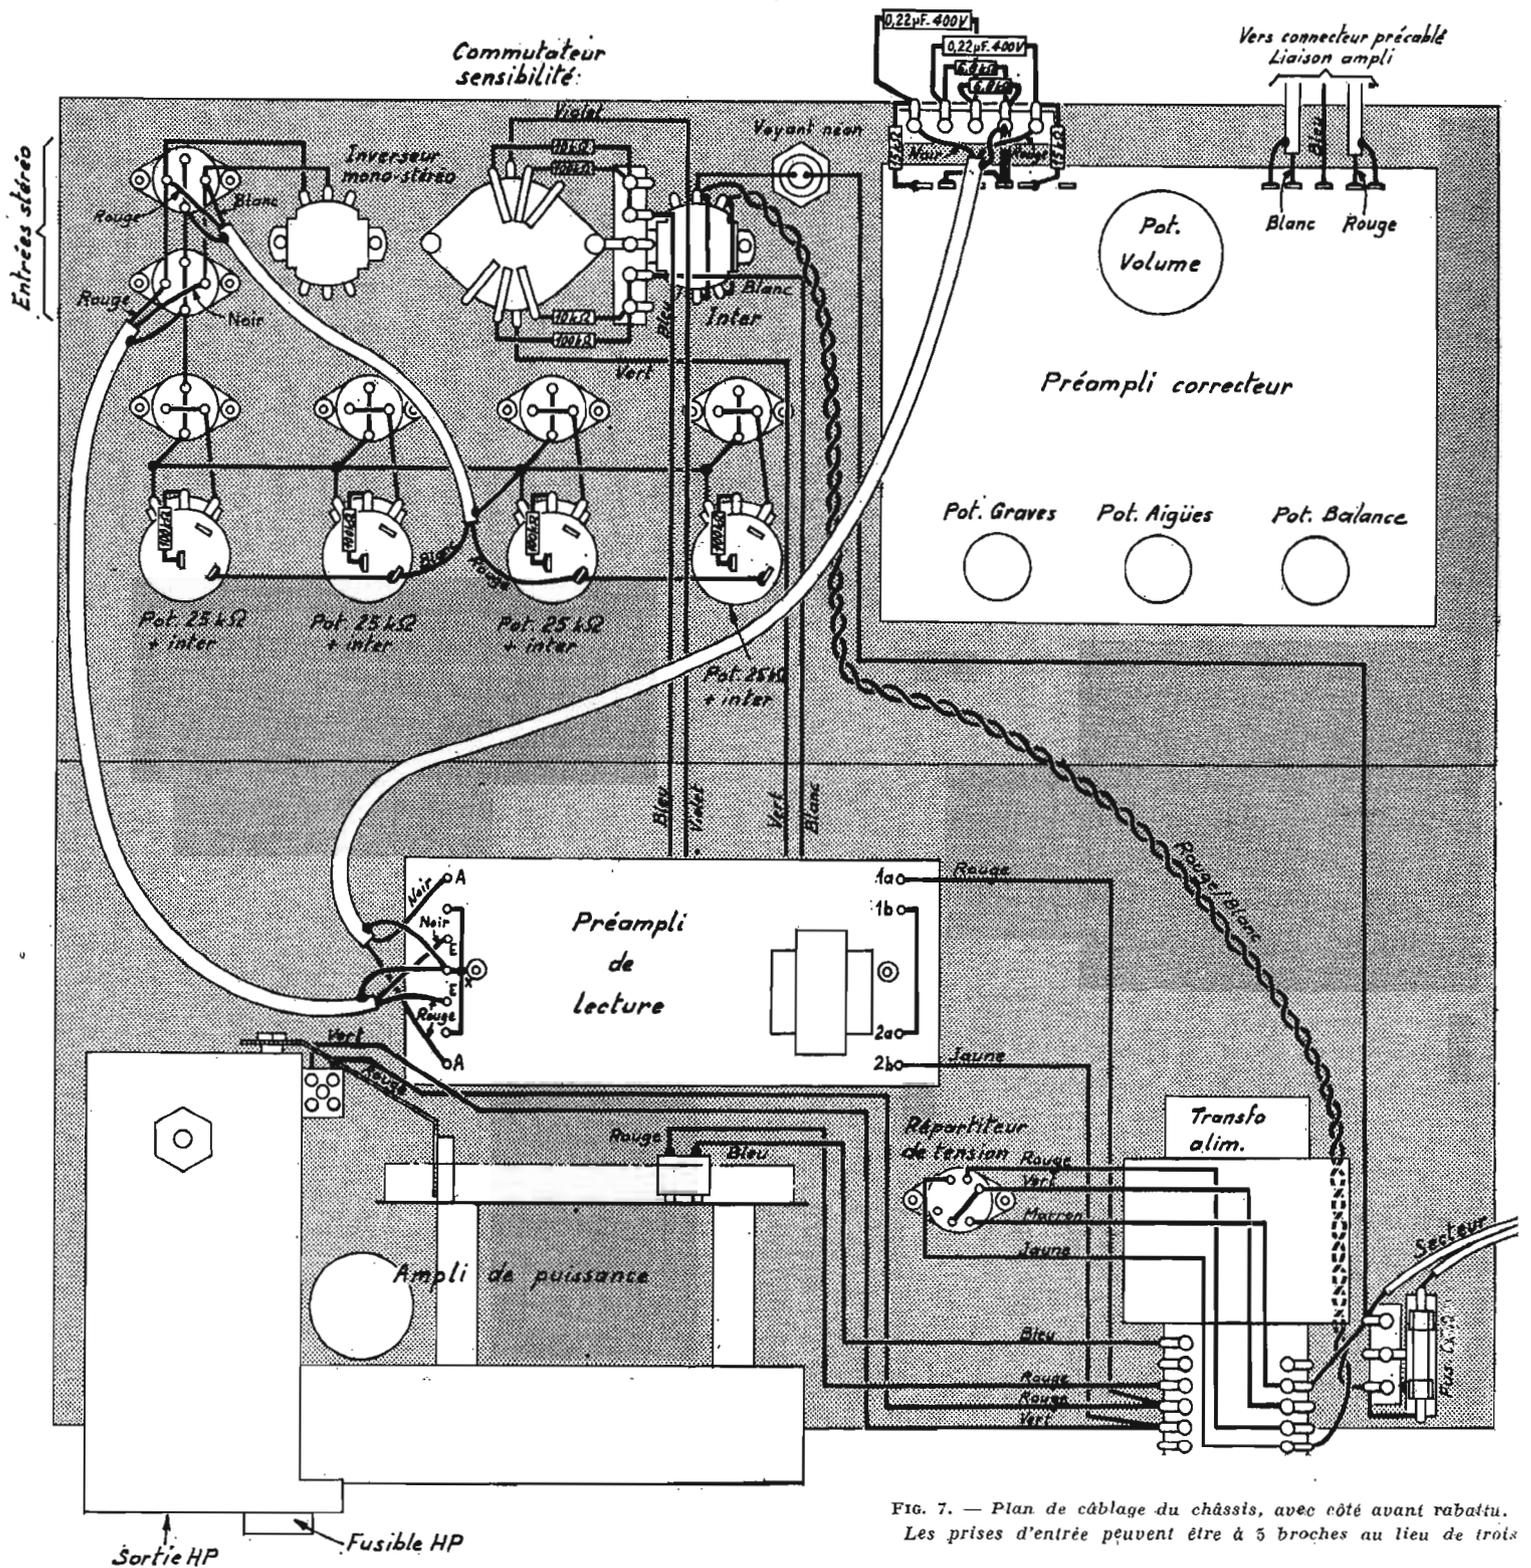

FIG. 7. — Plan de câblage du châssis, avec côté avant rabattu.
Sur le fond du coffret, fixer dans l'orientation indiquée le module préamplificateur de lecture avec deux vis et deux entretoises de 10 mm, après avoir réalisé le câblage des deux fils blindés à deux conducteurs des entrées (E) et des sorties (A). Le module est fourni avec ses quatre fils (blanc, vert, bleu, violet) soudés aux parties correspondantes du circuit imprimé. Le repérage de ces quatre fils qui sont à câbler au commutateur de sensibilité est indiqué sur le plan de la figure 7 et sur